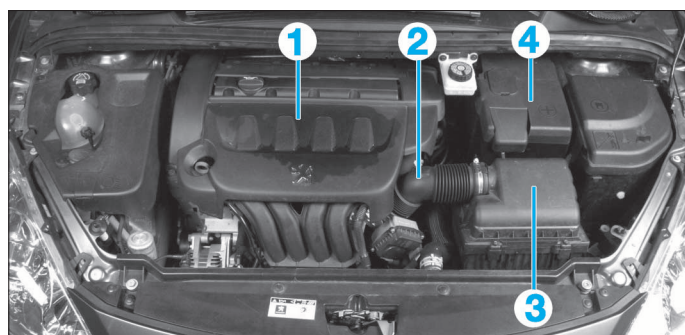

FIG. 3
- Déposer (Fig.3) :
- l'enjoliveur moteur (1)
- le conduit d'admission d'air (2)
- le boîtier de filtre à air (3)
- la batterie (4)